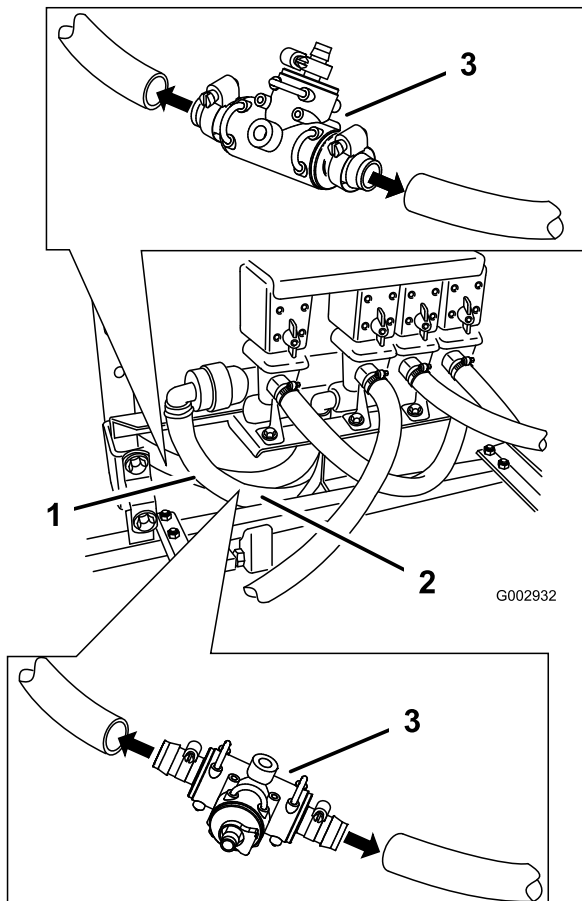

Bild 13
9. Schneiden Sie den Überlaufschlauch ungefähr in der Mitte von den Spritzgestängeventilen und dem Behälter (Bild 13).
10. Schmieren Sie Flüssigseife auf die Zahnungen und setzen Sie die S53 T-Armatur in den Schnitt. Befestigen Sie sie mit zwei großen Schlauchklemmen (Bild 13).
11. Schneiden Sie den Umwälzungszufuhrschlauch durch (Bild 13).
12. Schmieren Sie Flüssigseife auf die Zahnungen und setzen Sie die S53 T-Armatur in den Schnitt. Befestigen Sie sie mit zwei großen Schlauchklemmen (Bild 13).